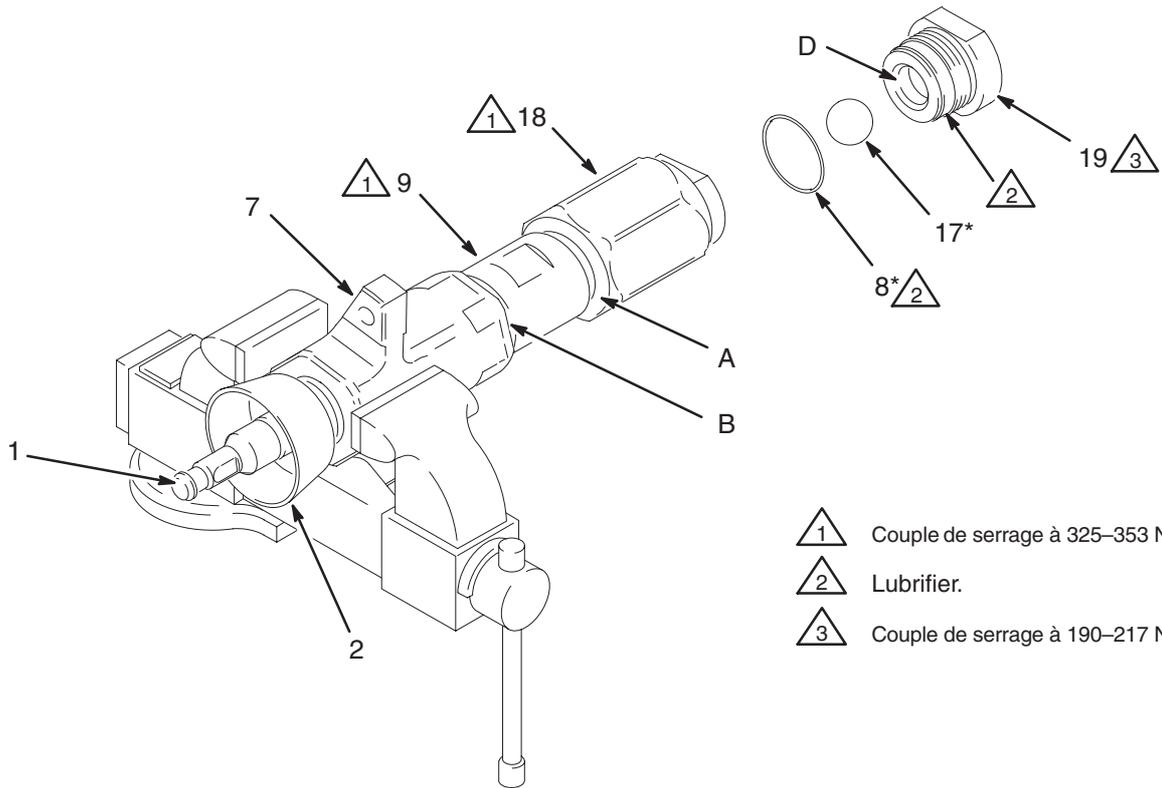

Fig. 7
1. Placer la pompe dans le sens de la longueur dans un grand étau avec les mâchoires serrant soit sur le carter de sortie (7) comme indiqué à la Fig. 7 soit sur les méplats du cylindre (9). À l'aide de la clé (110) fournie, desserrer l'écrou de presse-étoupe (2) sans l'enlever.
2. Appliquer une clé à tube sur les méplats du clapet de pied (19). Dévisser le clapet de pied (19) du corps (18). Veiller à récupérer la bille (17) en enlevant le clapet de pied pour éviter qu'elle ne tombe ou ne soit endommagée. Retirer le joint (8) du clapet de pied. S'assurer que la bille et le siège (D) du clapet de pied ne sont ni usés ni endommagés.
3. Appliquer une clé à tube sur les parties hexagonales du corps de clapet (18). La pompe peut être séparée au niveau du joint A ou du joint B.
5. Installer l'écrou de presse-étoupe (2) sur le corps de sortie sans le serrer (7).
6. Lubrifier les joints de piston. Faire glisser l'ensemble tige de piston (1) et piston dans le cylindre (9). Le cylindre est symétrique de sorte que l'une ou l'autre des deux extrémités peut être tournée vers le haut. Utiliser un maillet en caoutchouc pour faire pénétrer la tige dans le cylindre jusqu'à ce que le siège du clapet de piston (16) se trouve vers le bas du cylindre.
7. Installer le joint (8*) sur la partie supérieure du cylindre (9). Lubrifier le joint et les filetages supérieurs du cylindre.
8. Placer le corps de sortie (7) dans un étau comme indiqué en Fig. 7. Faire glisser la tige de piston (1) vers le haut dans le corps de sortie, puis visser à la main le cylindre (9) dans le corps de sortie. Les filetages s'engagent facilement jusqu'à ce que le joint (8*) entre en contact avec la surface d'étanchéité du corps de sortie. Le sommet de la tige dépasse de l'écrou de presse-étoupe (2).
10. Mettre en place le joint (8*) sur le clapet de pied (19). Lubrifier le joint et les filetages du clapet de pied. Placer la bille (17*) dans le corps du clapet de pied (18), puis visser à la main le clapet de pied dans le corps. Les filetages s'engagent facilement jusqu'à ce que le joint entre en contact avec la surface d'étanchéité du corps du clapet de pied.
11. À l'aide d'une clé à tube, serrer le corps du clapet de pied (18) au couple de 325–353 N.m. Ceci permet également le serrage des deux filetages de cylindre (A et B). Voir Fig. 7.
12. À l'aide d'une clé à tube, serrer le clapet de pied (19) à un couple de 190–217 N.m. Voir Fig. 7.
13. Serrer l'écrou de presse-étoupe (2) au couple de 136–149 N.m.